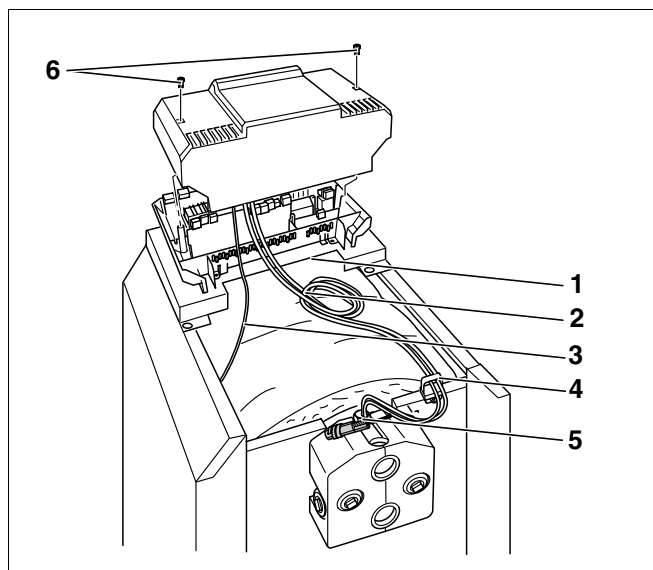

Fig. 58 Poziționarea și racordarea traseelor
- Circuitele capilare și cablul senzorilor (Fig. 58, **Poz. 2**) se amplasează prin străpungerea aplicată în capacul frontal al cazanului (Fig. 58, **Poz. 1**).
- Circuitele capilare și cablul senzorilor (Fig. 58, **Poz. 2**) se amplasează prin străpungerea aplicată pentru cablu (Fig. 58, **Poz. 4**) la locul de măsură (Fig. 58, **Poz. 5**).
- Circuitele capilare și cablurile (Fig. 58, **Poz. 2**) se înfășoară împreună și se amplasează pe izolația termică a blocului de cazan.
- Cablul arzătorului (Fig. 58, **Poz. 3**) se amplasează prin străpungerea aplicată pentru cabluri în capacul frontal al cazanului (Fig. 58, **Poz. 1**) către aparatul de reglare.
- Cablul arzătorului (Fig. 58, **Poz. 3**) se leagă la aparatul de reglare după inscripționarea la regletele de fișe.